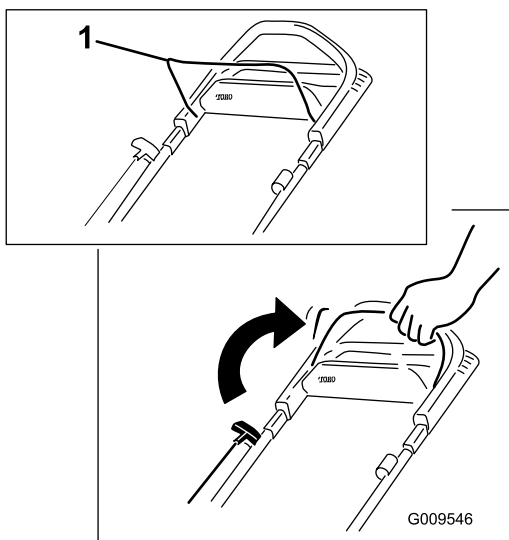

Рисунок 12
1. Потяните штангу управления ножом в направлении рукоятки и удерживайте ее (Рисунок 12).